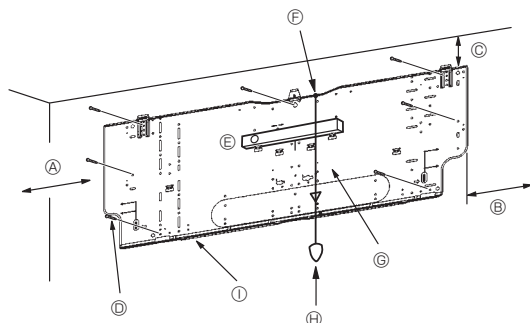
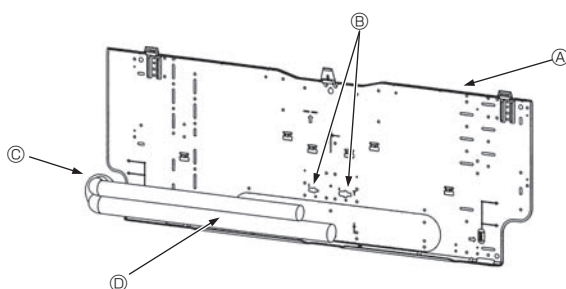

Fig. 3-4
Fig. 3-5
■ PKA-RP60, 71, 100KAL (Fig. 3-4)
- D Vis de fixation (4 × 25) ②
- I Planche d'installation ①
3.3. Lors de l'insertion des tuyaux dans le mur (Fig. 3-5)
- A Planche d'installation ①